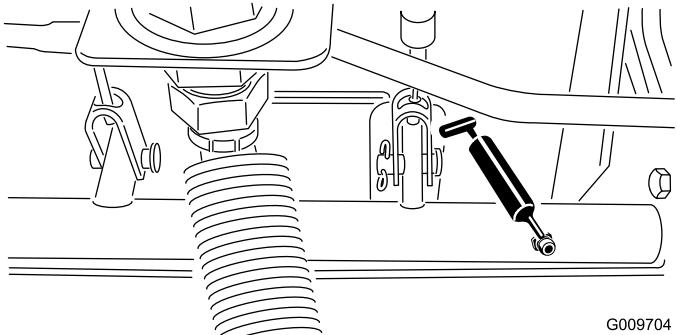

Figura 50
- Cuscinetti orientabili dell'albero del freno (5) come illustrato nella Figura 50